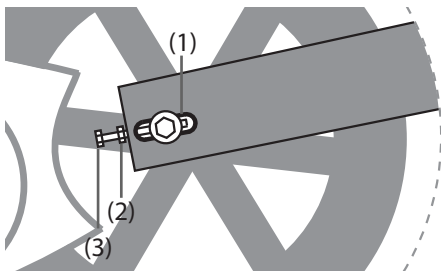

Figure 18
2: Desserrez les boulons (1) de chaque côté du vélo avec une clé de 19 mm, voir figure 18.
3. Desserrez les boulons (2) sur le contre écrou de chaque côté du vélo en utilisant une clé de 10 mm, voir figure 18.